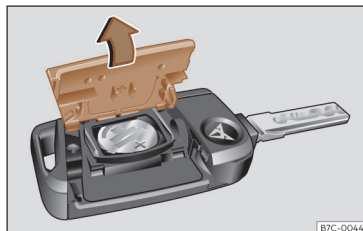

Fig. 44 Chave do veículo: abertura da tampa do compartimento da pilha.
- Retire a tampa na parte traseira da chave do veículo na direção da seta >>> Fig. 44, >>> ①.